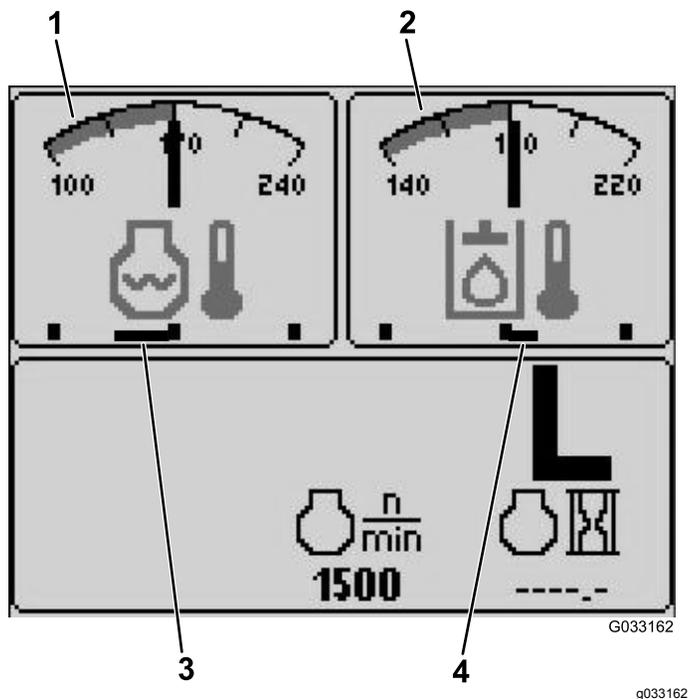

図 18
- 油圧オイル温度とファン作動表示 — 右上画面 (図 18)
注 たとえば図 18、油圧オイル冷却ファンが 25% の速度で前転中。
- エンジン冷却液温度とファン作動表示 — 左上画面 (図 18)
注 たとえば図 18、エンジン冷却液ファンが 50% の速度で逆転中。
ファンの回転方向はエンジン冷却液温度画面と油圧オイル温度画面にも表示されます。バーが中央よりも右側にあるのは、ファンが前転していることを表します。バーが中央よりも左側にあるのは、ファンが逆転していることを表します 図 18。
油圧オイルの温度とオイル冷却ファンの作動状態を表示します 図 18。
エンジン冷却液の温度とその冷却ファンの作動状態を表示します 図 18。